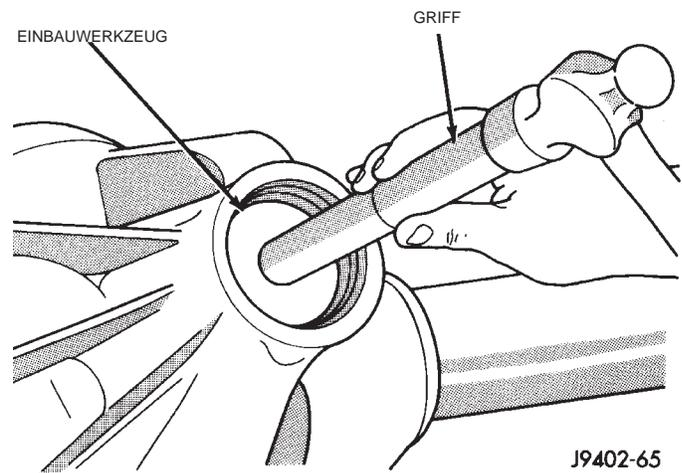

Abb. 34 Vordere Lagerschale einbauen
(3) Die Lagerschale des äußeren Lagers mit Mopar® Door Ease oder gleichwertigem Fett einfetten. Lagerschale mit Einbauwerkzeug D-144 und Griff C-4171 einbauen (Abb. 34).